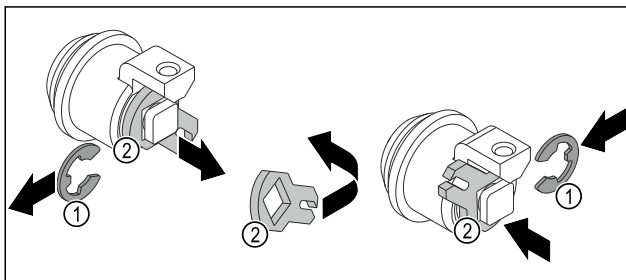

Fig. 15
- Borgring Fig. 15 (1) wegnemen.
- Sluithaak Fig. 15 (2) wegnemen, omdraaien en weer terugplaatsen.
- Borgring Fig. 15 (1) plaatsen.